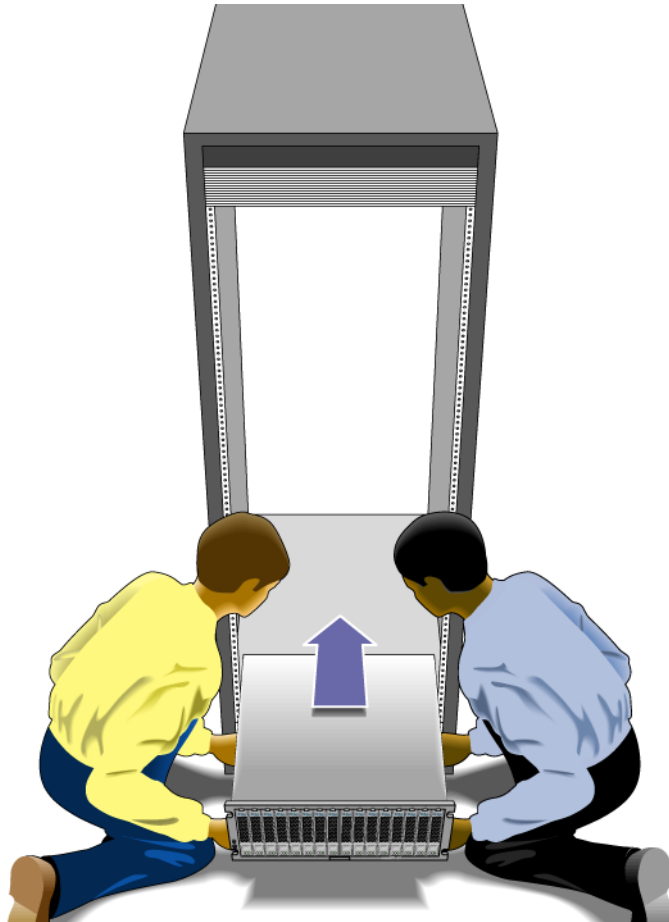

FIGURA 2-8 Colocación de la unidad en el armario
1. Se necesitan dos personas, cada una situada a un lado de la unidad, para levantar y depositar la unidad sobre el resalte inferior de las guías izquierda y derecha (FIGURA 2-8).